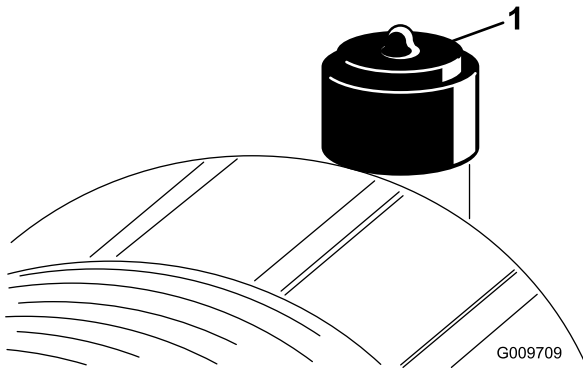

Figura 52
Revise el filtro del limpiador de aire únicamente cuando el indicador de mantenimiento (Figura 52) lo requiera. El cambiar el filtro antes de que sea necesario sólo aumenta la posibilidad de que entre suciedad en el motor al retirar el filtro.
6. Reinicie el indicador (Figura 52) si se ve rojo.